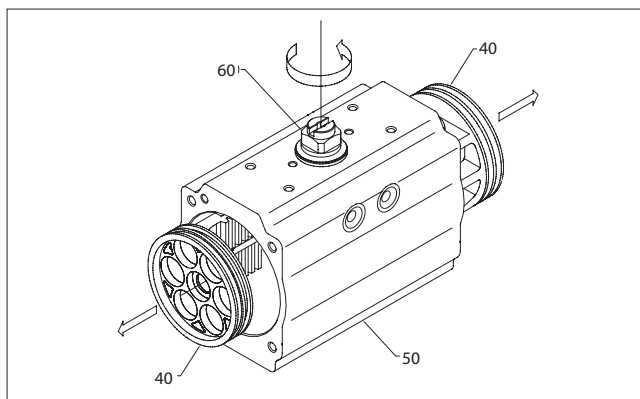

Figure 6.
- C. Retirez les joints toriques de capuchon d'extrémité (14) et mettez-les au rebut si toutes les pièces souples sont remplacées.
4. Démontage du piston (40), (Figure 6) :
- A. En maintenant le corps (50) dans un étau (ou un dispositif similaire), faites tourner l'arbre d'entraînement (60) jusqu'à ce que les pistons (40) soient libérés.